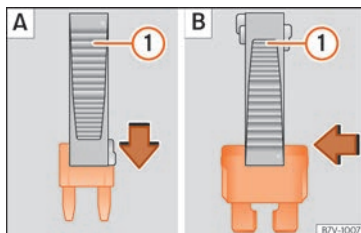

Fig. 61 Extraer o colocar un fusible.
- *Fusibles pequeños*: encaje la pinza desde arriba » **fig. 61** [A].
- *Fusibles mayores*: desplace la pinza lateralmente sobre el fusible » **fig. 61** [B].